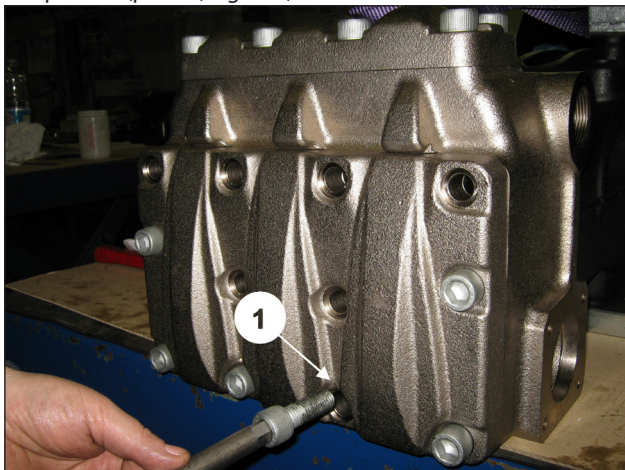
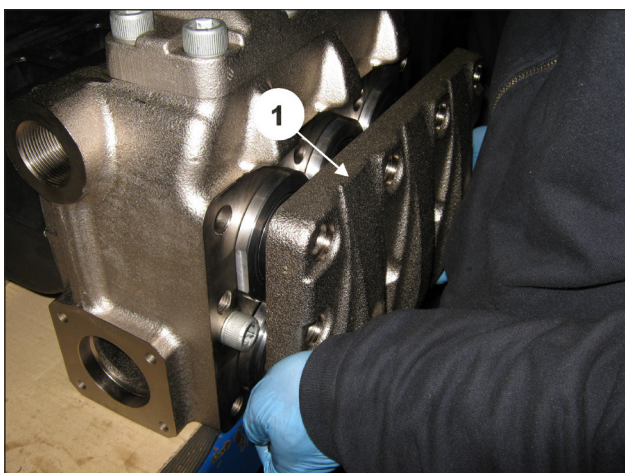

Fig. 103
Fig. 104
Svitare le 6 viti M16x45 del coperchio valvole aspirazione (pos. ①, Fig. 103) e svitare le 6 viti M16x200. Rimuovere quindi il coperchio (pos. ①, Fig. 104).